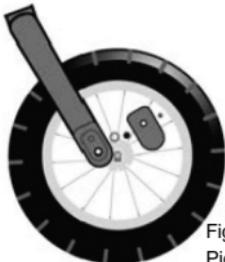

Figura 1
1. Tuercas y tornillos de ensamblaje de la rueda. (Figura 1)